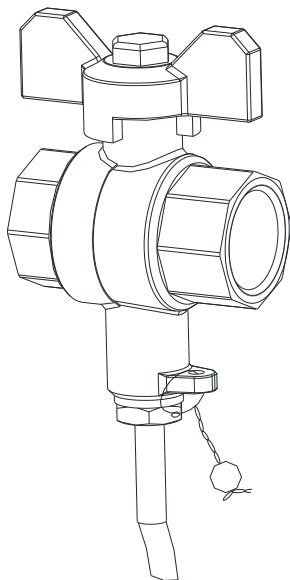

Рисунок 5.1
- в выбранном месте установки необходимо вырезать участок трубопровода для шарового крана (см. рисунок 5.1).
- установить ТС в шаровый кран (см. рисунок 5.1).